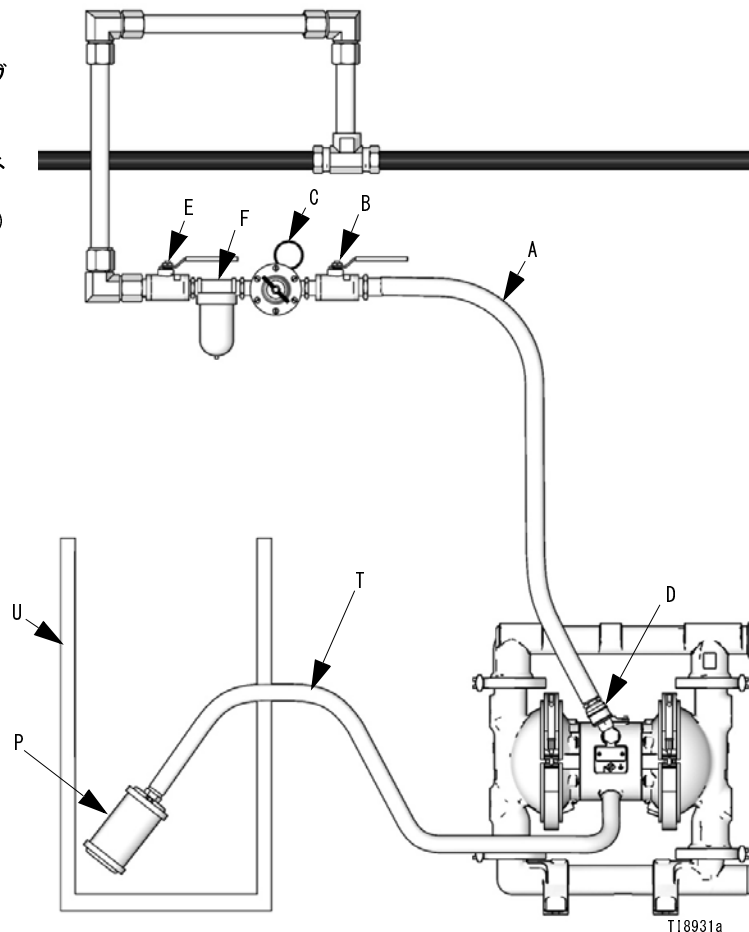

図4 排気の排出
<p>システムが設置方式に合わせて適切に換気されていることを確かめてください。可燃性または毒性のある液体を汲み上げるときには、排気を、人間、動物、食物取り扱い場所、およびすべての着火源から離れた場所に排出する必要があります。</p> <p>ダイヤフラムが破損した場合、ポンプ処理中の液体が排気とともに空気中に排出されます。液体を受け止める適切な容器を、排気ラインの最後に配置してください。図4を参照してください。</p>
1. ポンプの排気ポートからマフラー (P) を取り外します。
2. 接地された排気ホース (T) を取り付けて、マフラー (P) をホースの反対側の端に接続します。排気ホースの最高径は、3/4 インチ (19 mm) ID です。15 フィート (4.57 m) より長いホースが必要な場合は、直径がさらに大きいホースを使用します。ホースを鋭い角度で曲げたり、ねじらないようにしてください。
3. ダイヤフラムが破損したときでも液体を受け止められるよう、排気ホースの端に容器 (U) を設置します。図4を参照してください。